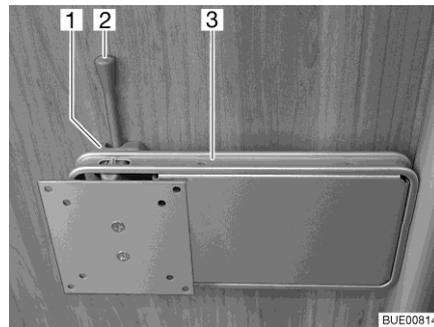

Fig. 67 Support sur colonne
- Pousser le levier de déverrouillage (Fig. 67,2) sur le côté et pivoter le support (Fig. 67,3) et l'écran plat pour les amener en position souhaitée.
- Pivoter l'écran plat en sens inverse, jusqu'à ce que le support (Fig. 67,3) s'enclenche dans le verrouillage (Fig. 67,1).